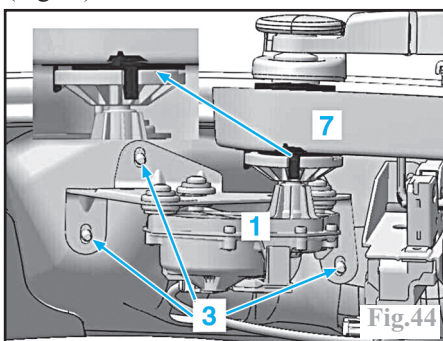

Fig.44
En agissant sur le moteur (1), régler le jeu et l'appui entre le moteur d'essuie-glace (1) et le palier de l'essuie-glace (7) (Fig.44).